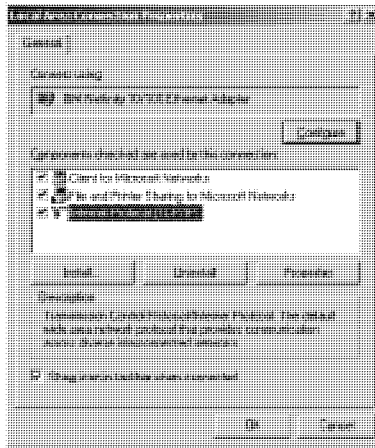

Рис. 9. Окно свойств подключения по локальной сети
5. Выберите *Internet Protocol (TCP/IP)* [Протокол Интернета (TCP/IP)] и щелкните по кнопке *Properties (Свойства)*, см. рис. 9: